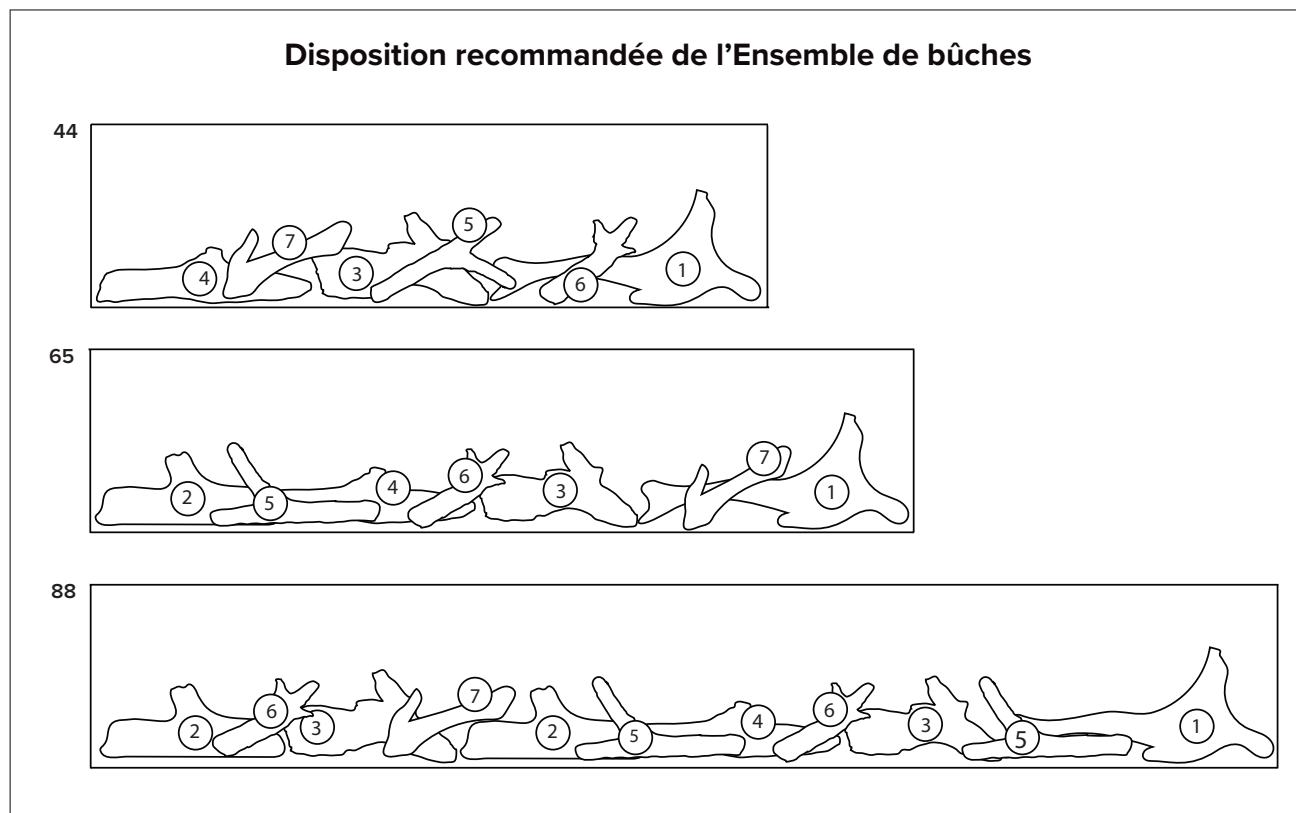

Fig. 13
- Placez les bûches dans la position désirée. L'agencement recommandé pour chaque taille de modèle est illustré ci-dessous dans **(Fig. 13)**. Cela peut être modifié selon l'agencement désiré.